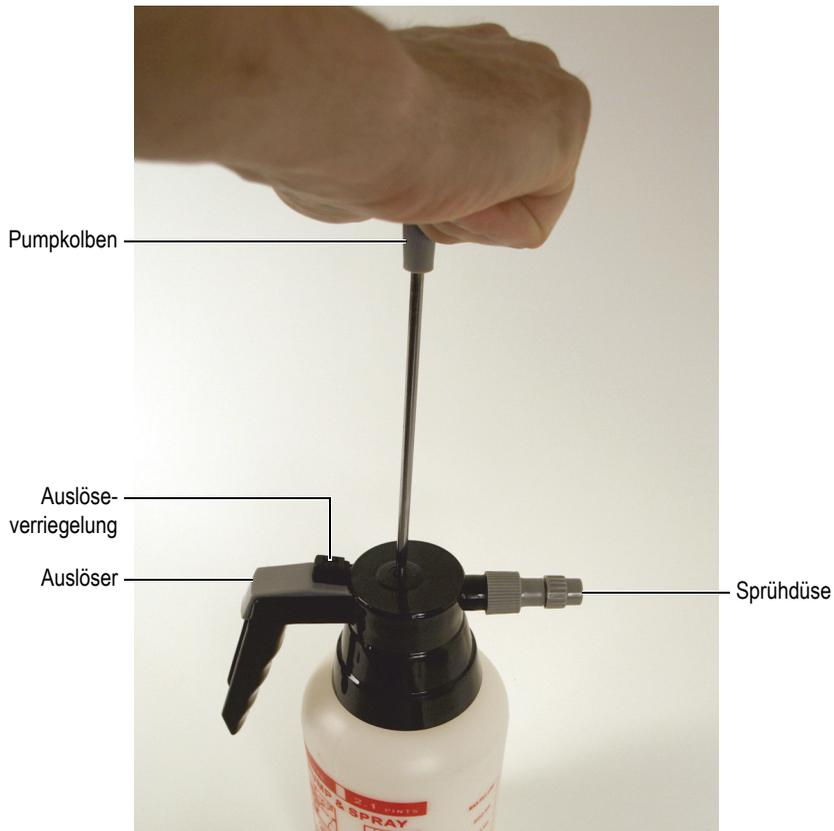

Abbildung 1-7 Handwasserpumpe und Sprühmechanismus
3. Betätigen Sie den Pumpkolben fünfzehn bis zwanzig Mal, um in der Pumpe Druck zu erzeugen (Abbildung 1-7 auf Seite 31).